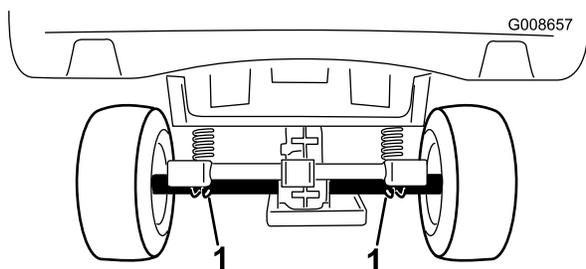

Figura 25
- Il punto di sollevamento dietro la macchina si trova sotto i tubi dell'assale (Figura 25).